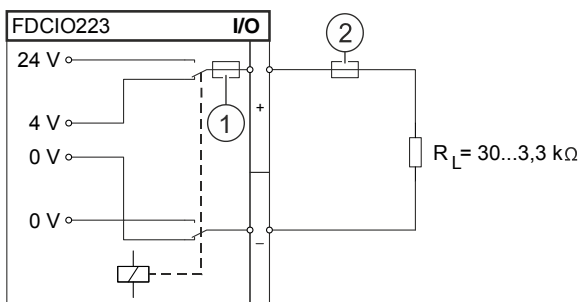

Fig. 8
- Fig. 8 Control line featuring identical-polarity monitoring
- Fig. 8 Línea de mando con monitorización de la misma polaridad
- Fig. 8 Steuerlinie mit gleichepolter Überwachung
- Fig. 8 Linea di comando con monitoraggio caratterizzato dalla stessa polarità
- Fig. 8 Ligne de commande avec surveillance homopolaire